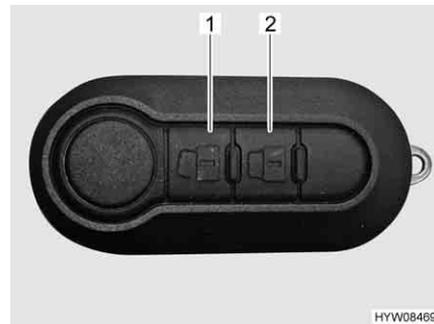

Fig. 52 Mando a distancia del cierre centralizado
- Pulsar el pulsador  (Fig. 52,1) una vez brevemente. Las cerraduras de las puertas estarán desbloqueadas.
- Pulsar el pulsador  (Fig. 52,2) una vez brevemente. Las cerraduras de las puertas estarán bloqueadas.